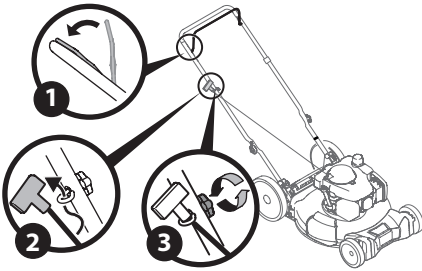

Figura 10
**NOTA:** La guía de la cuerda está unida al costado derecho de la manija superior. Afloje la perilla que sujeta la guía de la cuerda (Figura 10).